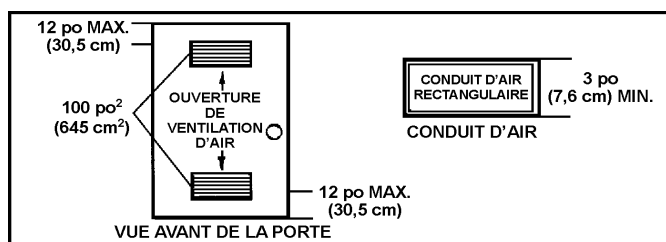

FIGURE 5
A. L'AIR EST ENTIÈREMENT TIRÉ DE L'INTÉRIEUR DU BÂTIMENT (Voir fig. 5 et 6.)